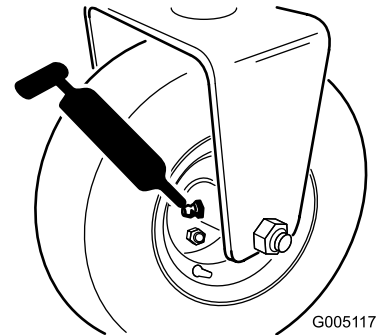

Bild 27
- Heckrollennabe, oder bei einem Dreiradantrieb, Rollenkupplungen des Hinterrads und externes Kugellager (1) (Bild 27)